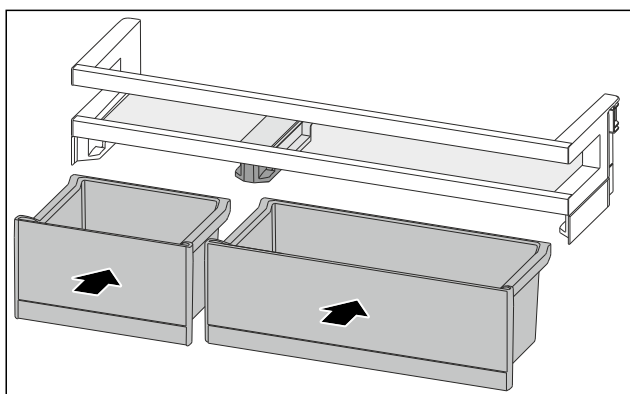

Fig. 173
- Vendosni kutitë VarioBoxnë rendin e kundërt. (shihni Fig. 173)